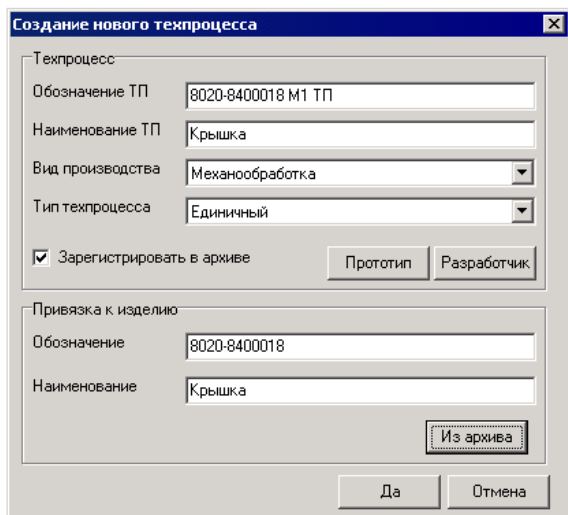

Рис. 6. Диалог создания нового ТП
2. На рабочий стол берется изделие (деталь) по команде всплывающего меню или кнопке Взять изделие в окне Изделия. По команде всплывающего меню или кнопке Создать ТП отображается следующий диалог (рис. 6).